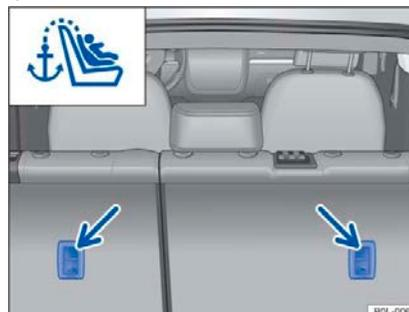

Рисунок 37 Пряжка для крепления верхнего анкерного ремня к спинке заднего сиденья
– Подсоедините крючок верхнего удерживающего ремня к фиксирующему кольцу на спинке заднего сиденья в багажнике → рис. 37.